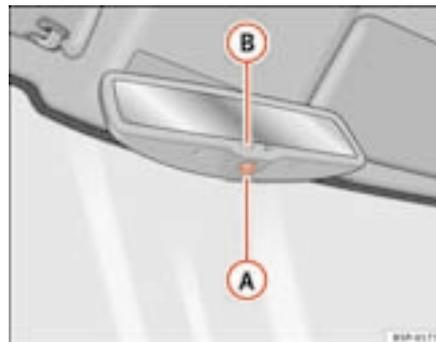

Fig. 69 Specchio retrovisore interno fotocromatico.
- Premere il tasto (A) ⇒ fig. 69. La spia (B) si spegne.
- Premere il tasto (A) ⇒ fig. 69. La spia si accende.